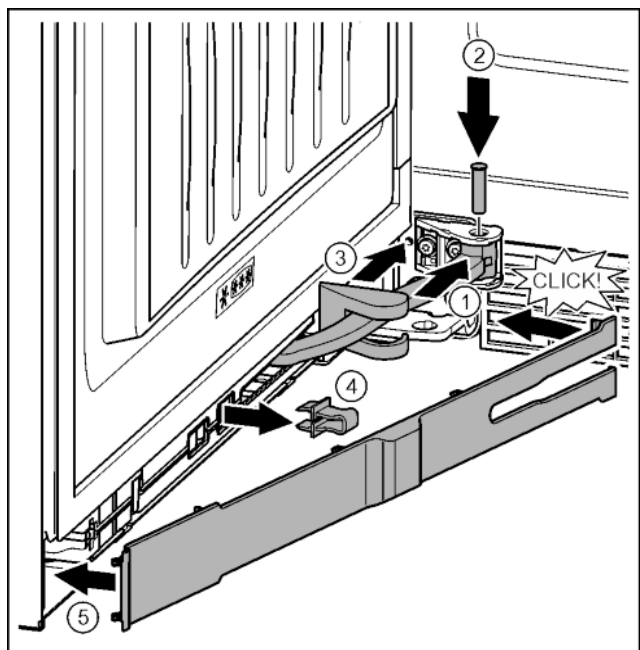

Fig. 40
- ▶ Kĺb otočte v závese. *Fig. 40 (1)*
- ▶ Skrutkovačom T15 nasadte čap do závesu a kĺbu. Pritom dbajte na to, aby sa zaisťovací doraz nachádzal správne v drážke. *Fig. 40 (2)*
- ▶ Kryt ložiskovej konzoly posuňte pozdĺž kĺbu a namontujte ho nad zavesenie. *Fig. 40 (3)*
- ▶ Vyberte poistku. *Fig. 40 (4)*
- ▶ Kryt nasadte na strane rukoväte a priklopte. *Fig. 40 (5)*